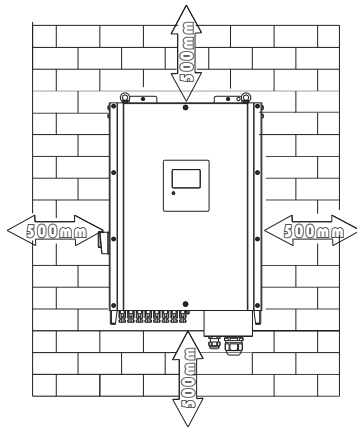

图3-3
- I、为了保证逆变器散热良好和人员操作维护方便，需要给逆变器留有足够的间隙，具体要求值参考图3-3。